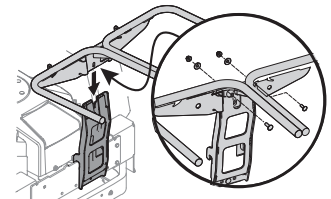

Figure 7
1. Installez l'ensemble de suspension sur le support de support à l'aide de deux boulons de chariot (710-0276), de deux rondelles Belleville (736-0242) et de deux rondelles frein (712-04063) du paquet de quincaillerie 689-02364. Voir Figure 7.